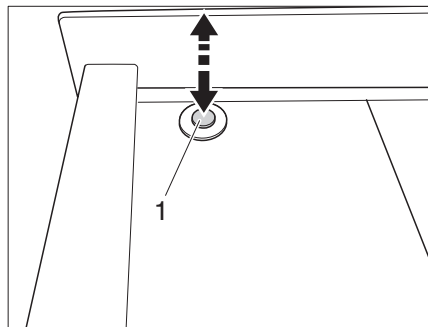

Fig. 6 Chiusura centralizzata - sbloccaggio
► Premere il pulsante (Fig. 6,1).